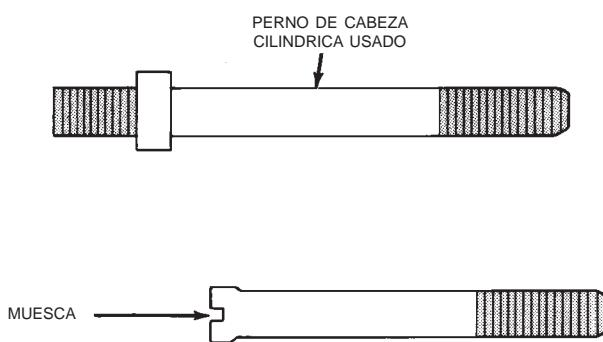

Fig. 35 Fabricación de espigas de alineación
(1) Fabrique dos espigas de alineación de la culata de cilindros del motor con pernos de cabeza usados (Fig. 35). Utilice los más largos que encuentre. Corte la cabeza del perno por debajo del hexágono. Corte luego una muesca en la parte superior de la espiga para facilitar su extracción con un destornillador.